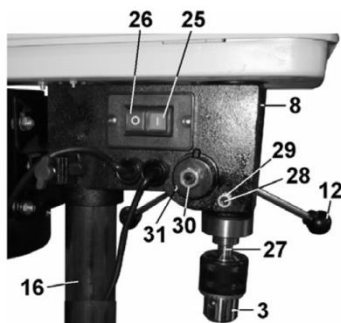

Рис.5.
- 9.9. Встановіть свердлильний патрон (3) на дорн (27), Рис.5 (попередньо необхідно видалити з його поверхні мастило, а також очистити від мастила внутрішню посадкову поверхню свердлильного патрона (3),Рис.2, 5).
Закріпіть свердлильний патрон (3), Рис.5, в зборі з дорном (27) на шпинделі легким ударом молотка через дерев'яний брусок. Кулачки свердлильного патрона (3) при цьому повинні бути зведені.
- 9.10. Встановіть кронштейн захисного екрану (5) на посадочне місце на шпindelній голівці (8).
9.13. Переміщаючи шпиндель за ручку (12), Рис.5, перевірте плавність ходу шпинделя. Установчий гвинт (28) з контргайкою (29) призначений для запобігання повертання шпинделя. Якщо переміщення відбувається не плавно, або для переміщення потрібно докласти зусилля - необхідно провести регулювання положення гвинта (28), попередньо послабивши контргайку (29). Після закінчення регулювання закріпіть положення контргайкою (29).